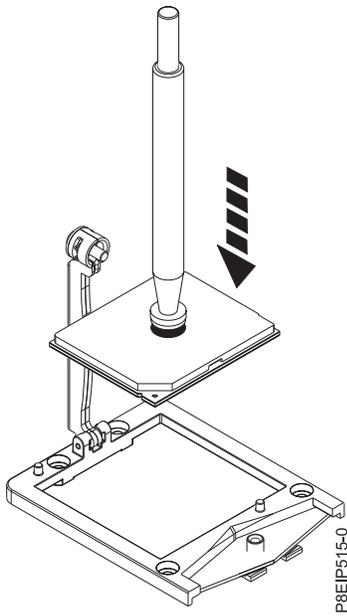

Figura 83. Bajar el procesador en el zócalo
- a. Baje el lápiz y el módulo de procesador del sistema hasta el zócalo como se muestra en la Figura 83 en la página 71. Alinee la esquina biselada del procesador con la esquina biselada del zócalo. Tenga cuidado al bajar la herramienta porque debe hacerlo de forma uniforme sin desequilibrar el procesador.